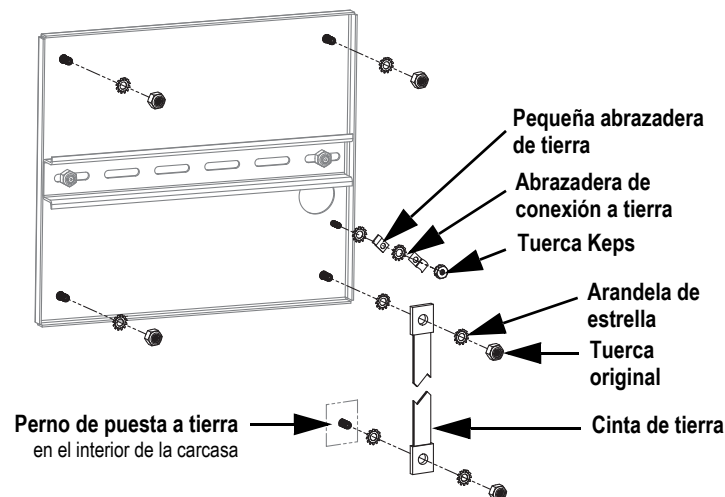

Figura 2-29. Conexión a tierra del blindaje de la placa posterior
3. Fije el otro extremo de la cinta de tierra a un perno de tierra dentro de la carcasa con arandelas de estrella a cada lado de la cinta de tierra, consulte la Figura 2-29. Asegúrese de que la correa de puesta a tierra tenga la tensión adecuada para abrir y cerrar la puerta de la carcasa.
5. Conecte a tierra el cable de la pantalla y el cable de la pantalla táctil al tornillo de puesta a tierra de la placa posterior utilizando dos abrazaderas de puesta a tierra y la tuerca Keps. La abrazadera de puesta a tierra (n.º ref. 193810) tiene un radio menor y debe utilizarse con el cable de la pantalla táctil.
NOTA: Asegúrese de instalar primero la abrazadera de la barra de conexión a tierra pequeña y a continuación instale la abrazadera de puesta a tierra, consulte la Figura 2-29 en la página 32.